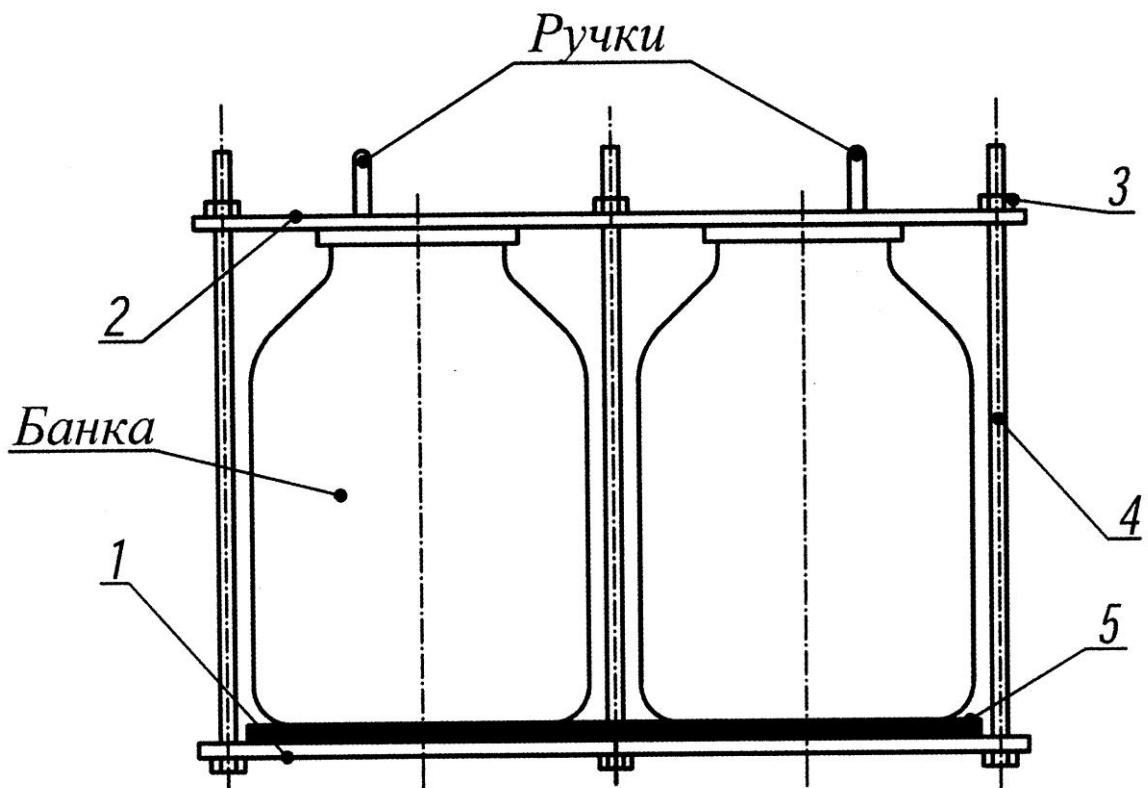

Рис.2 Кассета
- при необходимости вынуть кассету с банками из корпуса автоклава, взявши ее двумя руками за ручки крышки 2 (рис. 2) (предварительно слив воду);
Установить в кассету подготовленное количество банок с закатанными продуктами согласно таблице 2.2 (где показана максимальная вместимость) и надежно зафиксировать банки в кассете с помощью зажимных гаек 3 (рис. 2), затягивая их крест-накрест ключом так, чтобы плотно притянуть крышку 2 к банкам с лёгким усилием.
**ВНИМАНИЕ!** Если Вы используете стеклянную тару с крышками марки «твист-офф» (закручивающиеся крышки) или жестяные банки, то крышку 2 (рис.2) можно не устанавливать.
При установке 0,5 л банок в два слоя, банки верхнего слоя устанавливаются непосредственно на банки нижнего слоя без резиновой прокладки 5 (рис.2). Банки должны располагаться как можно ближе к шпилькам. Банки должны иметь одинаковую высоту. Проверить надёжность крепления банок, для этого попытаться руками сдвинуть банки относительно основания и крышки кассеты. Сдвиг не допустим.